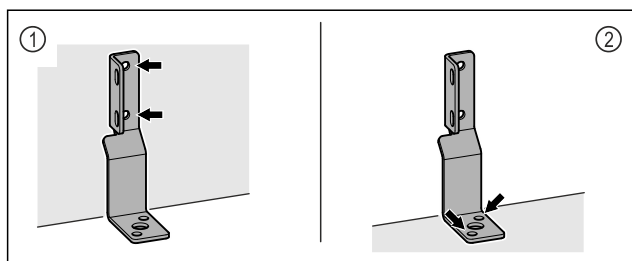

Fig. 6
- ▶ Pritvirtinkite kampuočį prie sienos Fig. 6 (1) arba grindų Fig. 6 (2).